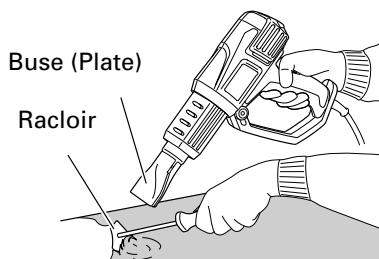

Fig. 6
1. Décapage de la peinture (Fig. 6)